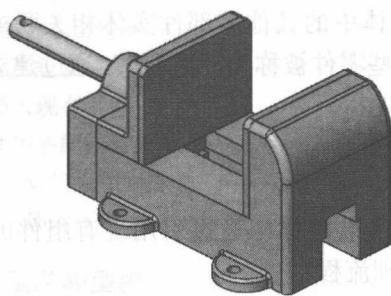

图 1-1 “Machine_Vise” 装配体
1) 单击图形区域的空白区域将零件固定在装配体原点。正如图 1-1 的光标反馈，这跟插入现有组件时，选择绿色的勾是相同的效果。
本章将编辑一个关联在装配体中增加的一个新零件。接下来，从一个名为“Machine_Vise”的装配体(见图 1-1)开始，在装配体环境中创建新零件“Jaw_Plate”的关联零部件。